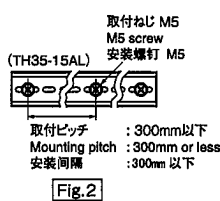
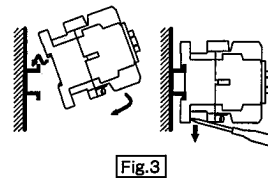

Fig.2
Fig.3
- (3)レール取付けは、IEC60715の35mm幅支持レールに取付けできます。なお、一連制熱形はレール取付けでの使用はできません。支持レールは、弊社形式TH35-15ALをお薦めします。レールのパネル取付方法は(Fig.2)、取付け・取外しは(Fig.3)です。
- (4)電磁開閉器、電磁接触器などで取付穴が4ヶ所ある場合は、対角線の2ヶ所で取付けてください。
- (5)サーマルリレーと組合せできる電磁接触器と単独設置ユニットはTable 1をご参照ください。
- (3) The rail mounting type can be attached on a standard 35mm IEC60715 mounting rail, except level-one heatproof type. Fuji type TH35-15AL mounting rail is recommended. See Fig.2 for mounting of the rail on the panel, see Fig.3 for attachment and removal of starter, contactor or thermal overload relay.
- (4) If starter and contactor are provided with four mounting holes, use any two mounting holes on a diagonal line.
- (5) See the Table 1 combination of contactor and thermal overload relay (TOR).
- (3) 安装导轨时，可安装IEC60715型宽度为35mm的支撑导轨上。一种耐热型不可安装导轨使用。建议贵方采用贵公司制造的TH35-15AL型支撑导轨。导轨底座的安装方法请参阅(Fig.2)、安装・拆卸方法，请参阅(Fig.3)。
- (4) 电动机起动器、交流接触器上等有4个安装孔时，请用对角线上的2个孔来安装。
- (5) 可与热过载继电器组架的交流接触器以及单独安装单元，请参阅Table 1。